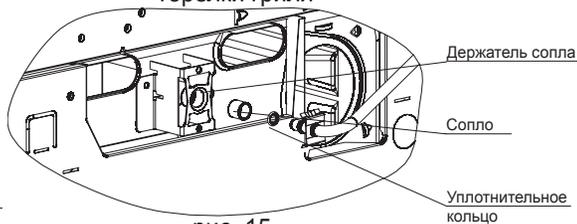

рис. 15
- Для замены сопла горелки гриля или горелки пода (см. рис. 15, 16) необходимо отвинтить два винта крепления скобы держателя сопла, вытянуть скобу с соплом из горелки (на себя). Отверткой отсоединить крепление от скобы и заменить сопло.